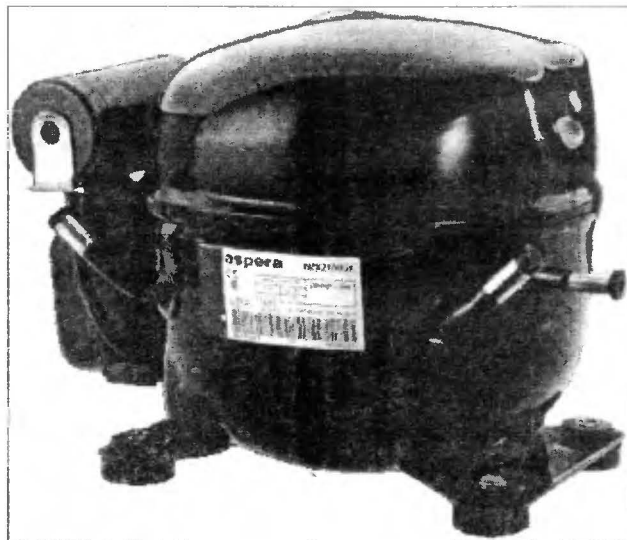

Рис. 1.6. Внешний вид компрессора
**Компрессор** предназначен для нагрева хладагента и нагнетания его под высоким давлением (более 10 атмосфер) в холодильный контур. Внешний вид компрессора, который используется в бытовых холодильниках, показан на рис. 1.6. В зависимости от назначения бытовых холодильников, в них может устанавливаться один или два компрессора.